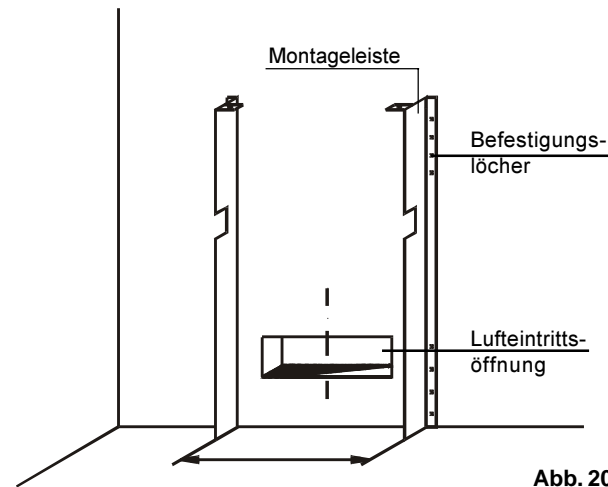

Abb. 20
- Montageleisten gemäß Abb. 20 mittig über der Lufteintrittsöffnung mit den beigefügten Holzschrauben an der Kabinenwand festschrauben.